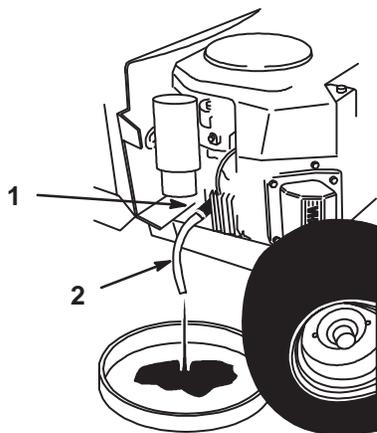

Abbildung 21
5. Eine Schale unter den Ölablaß stellen. Die Ablaßschraube um 1/8 Umdrehung im Gegenurzeigersinn drehen und herausziehen (Abb. 21).